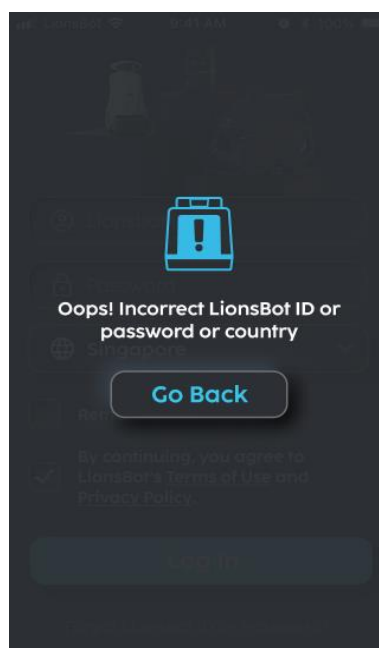

FIGURE 7-4
7. **NOTE:** Saisir un mauvais ID, mot de passe ou pays entraînera une connexion infructueuse, cliquez sur 'réessayer' pour revenir à la page de connexion (Fig. 7-4).